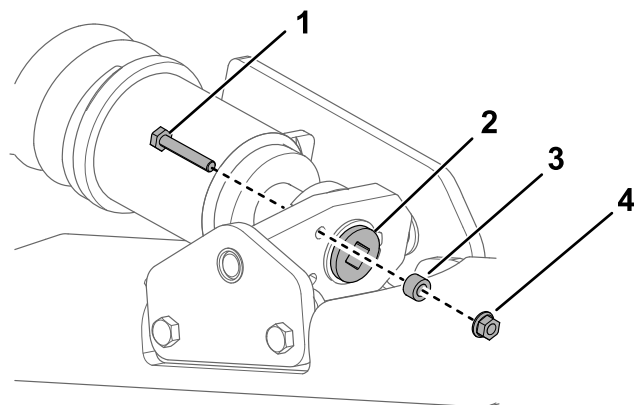
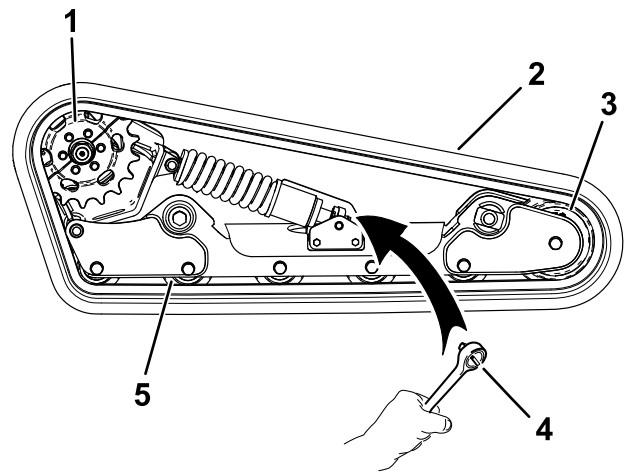

図 57
図 61
4. ロッキングボルト、スペーサ、ナットを外す 図 57。
6. テンションねじのノッチのうち、ロックンボルトの穴に一番近いノッチを穴に合わせ、ねじを溝をローラを適切な穴に合わせてセットし、シャフトを通してボルトとナットで固定する 図 57。
7. ロッキングボルト、スペーサ、ナットを外す 図 57。
8. 1/2" のドライブレレンチを使用して、テンショニングねじを左にまわしてドライブテンションを解放する 図 57と図 61。
9. クローラと噛み合っていないスプロケットハーフを固定しているボルト3本を外す 図 61。
14. 前輪に新しいクローラを回し掛ける 図 61。
15. ロードホイールの下および間にクローラを押し込むようにして、フレームに取り付ける 図 61。